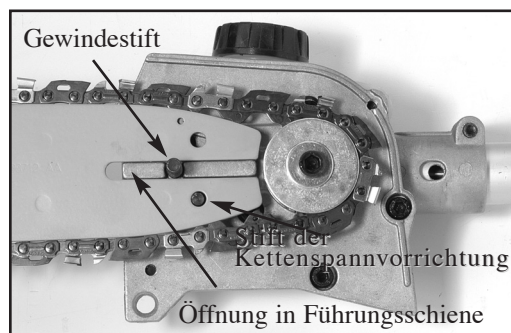

Bild 4
2. Die Kettenführung anbringen. Sicherstellen, dass der Gewindestift in die Öffnung in der Führungsschiene passt (Bild 4).
4. Sicherstellen, dass der Stift der Kettenspannvorrichtung in das untere Loch der Führungsschiene passt (Bild 4).